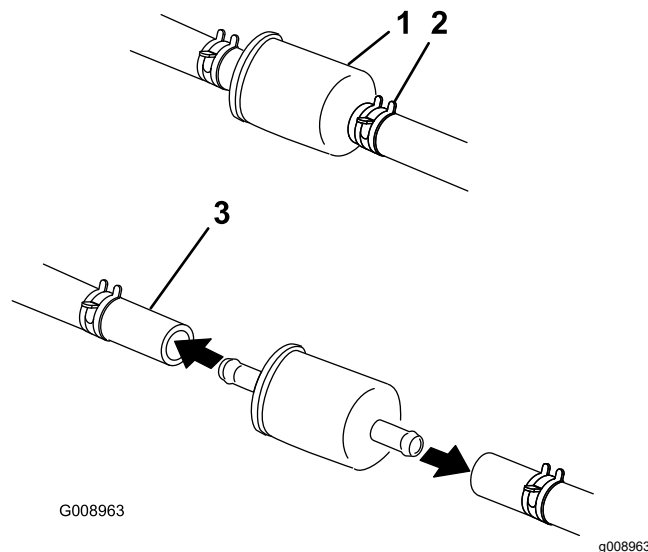

図 40
4. 古いフィルタのクランプをゆるめて脇に寄せる (図 40)。